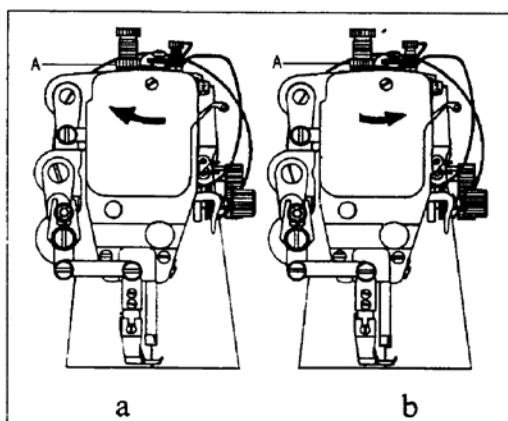

Рис. 10
12. Регулировка нажима прижимной лапки (рис. 10)